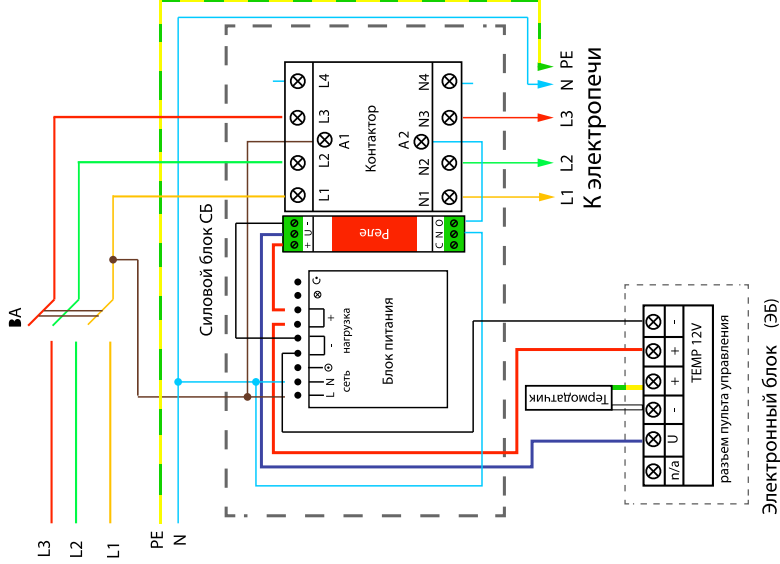

Рисунок 2. Подключение электропечи к пульту ПУ 01М
6.1. Подключать электропечь “Лидия - М” следует согласно схеме. (рис. 2)